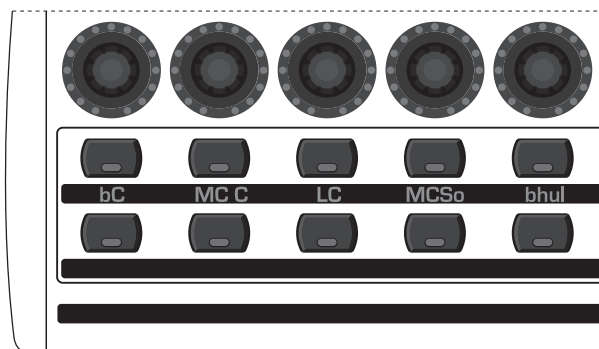

Рис. 4.10: Кнопки режима имитации
1. Нажмите и удерживайте кнопку нужного режима. (Рис. 4.10).